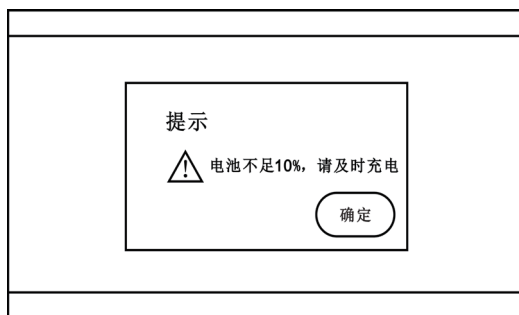

图 8 （电池电量不足界面）
(3) 电池电量。开机状态下，右上角会显示电池电量的百分比以及图示，并且不同电量有不同的颜色，一共有 5 种颜色显示，红色■、黄色■、浅绿色■、绿色■、深绿色■。开机状态下，如果电池电量低于 10%，会弹出如下页面图 8，以提醒及时充电，点击确定即可返回原来的页面。